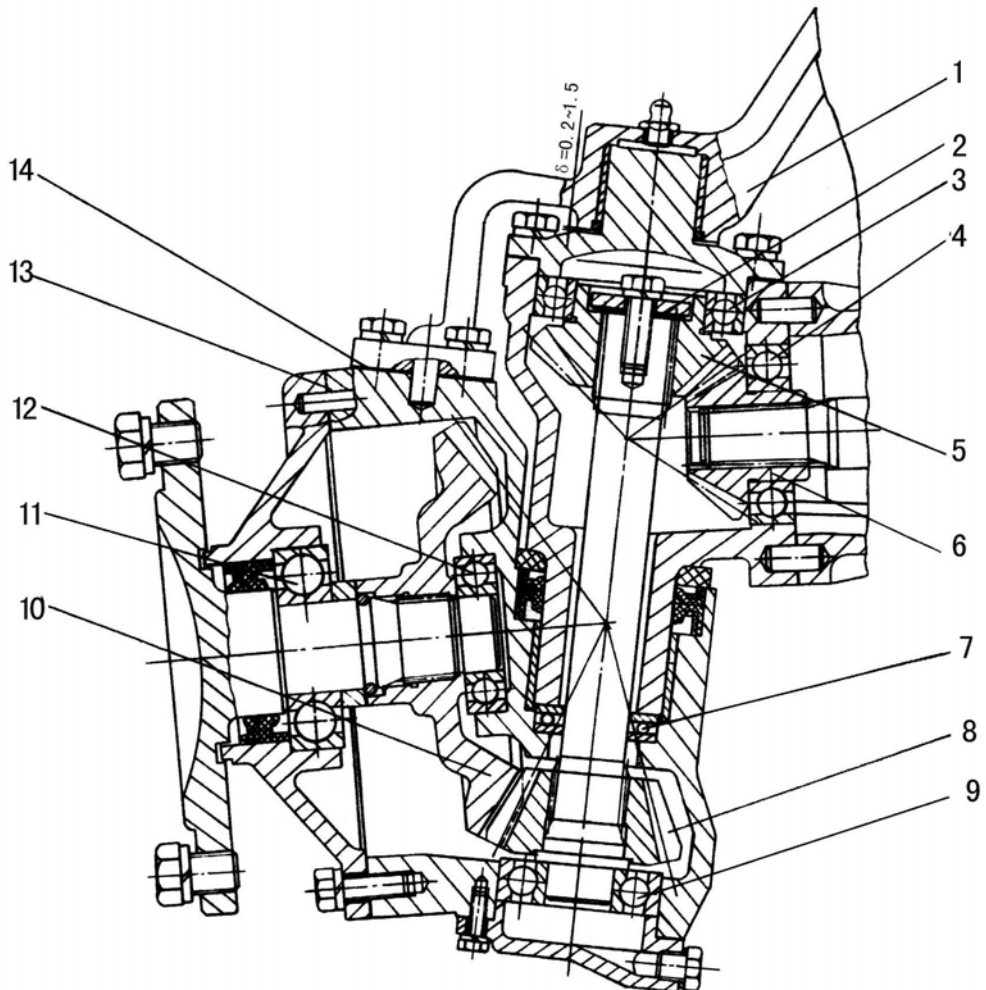

Fig. 6-10 Transmisión final del eje motriz delantero
6.6.2 Ajuste del par de engranajes reductores laterales (fig. 6-10)